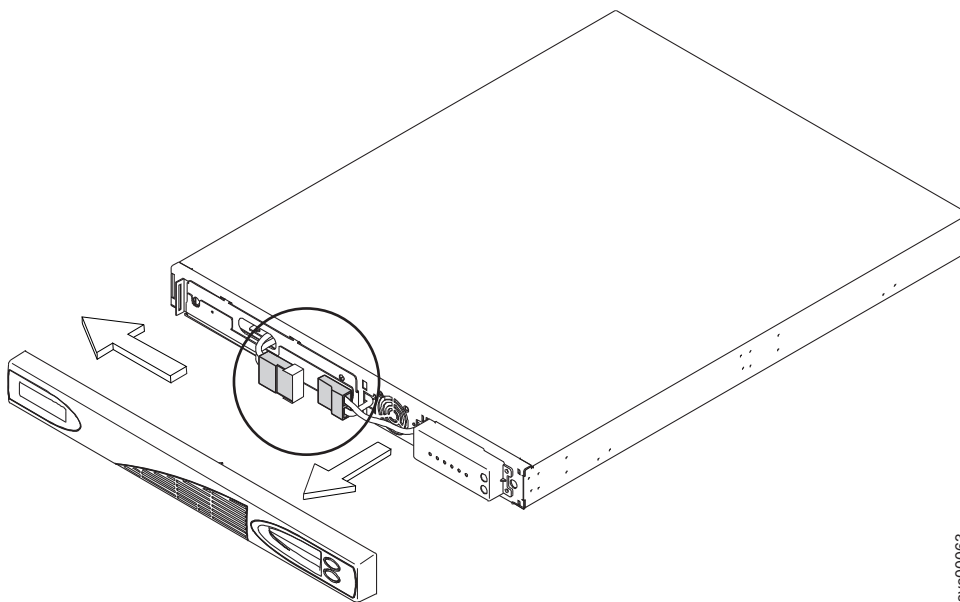

図 13. 2145 UPS-1U のフロント・パネルの取り外し
3. 内部バッテリー・コネクタをまだ接続していない場合、図 13 に示すように、2145 UPS-1Uのフロント・パネルを左方に押してから前方に引いて、パネルを取り外してください。